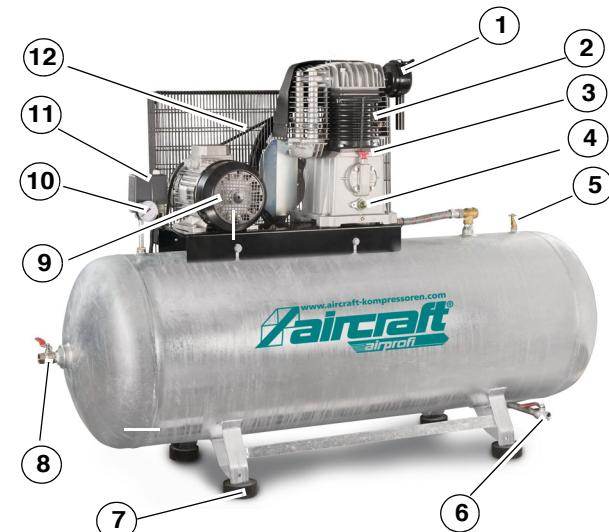

Abb. 8: AIRPROFI 903/500/15 H
Schritt 8: Prüfen Sie, ob der Kompressor den Behälter lädt und bei P_{max} anhält (max. Druck; wird durch das Manometer (Pos. 2, Abb. 6 und Abb. 7; bzw. Pos. 6, Abb. 8) angezeigt).